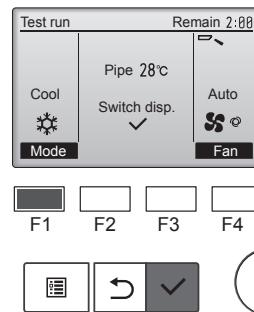

Fig. 7-6
① Нажмите кнопку **F1**, чтобы выбрать режим работы Cool (Охлаждение) или Heat (Нагревание). (Fig. 7-6)